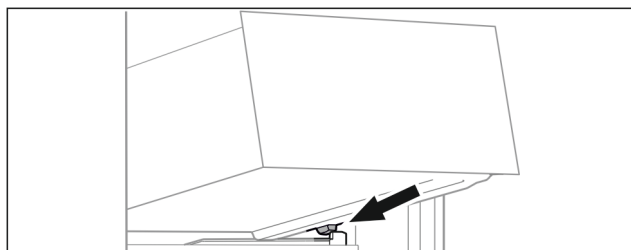

Fig. 121
- ▶ Sæt skuffen skråt bag stoppene på beholderristen. (se Fig. 121)